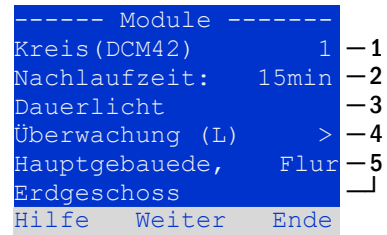
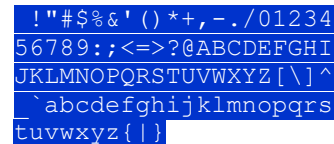

Abb. 21: Stromkreis-Statusanzeige
Abb. 22: Übersicht aller mit △ und ▽ auswählbaren Zeichen
Nachdem Sie mit dem INFO-Taster die Stromkreis-Statusanzeige geöffnet und den gewünschten Stromkreis mit △ und ▽ ausgewählt haben (vgl. voriger Kapitel), gelangen Sie mit ▷ oder Enter ○ zu der Seite mit den Einstellungen für diesen Stromkreis (Abb. 21). Folgende Punkte werden angezeigt:
- 1 - die laufende Nummer des angezeigten Stromkreises (Abb. 21, Ziffer 1). Wenn diese ausgewählt (d.h. hell hinterlegt) ist, können Sie mit ◀ und ▶ zur Ansicht der übrigen Stromkreise wechseln.
- 2 - Nachlaufzeit ^[2] (Erklärung siehe unten) (Abb. 21, Ziffer 2). Diese kann mit ◀ und ▶ in Stufen zwischen 1 min und 15 min (Minuten) eingestellt werden; alternativ kann eine manuelle Handrückschaltung ^[3] gewählt werden.
- 3 - Betriebsart (Abb. 21, Ziffer 3). Mit ◀ und ▶ können Sie zwischen folgenden Einstellungen wählen:
- 4 - Überwachungsart (Untermenü) (Abb. 21, Ziffer 4). Mit ▷ oder Enter ○ gelangen Sie in den Bildschirm zur Einstellung der Überwachungsart (s. folgender Kapitel 9.4.1).
- 5 - Bezeichnung (zweizeilig) (Abb. 21, Ziffer 5). Jedem Stromkreis können Sie eine 42-stellige Bezeichnung geben. Nach Auswahl der betreffenden Zeile wechseln Sie mit Enter ○ in den Bearbeitungsmodus. Mit ◀ und ▶ wählen Sie die zu ändernde Position; das Zeichen wählen Sie mit △ und ▽ aus (verfügbare Zeichen siehe Abb. 22). Die Eingabe wird mit Enter ○ oder Ende abgeschlossen. Hinweis: Mit einer externen Tastatur können Sie die Bezeichnung direkt eingeben.